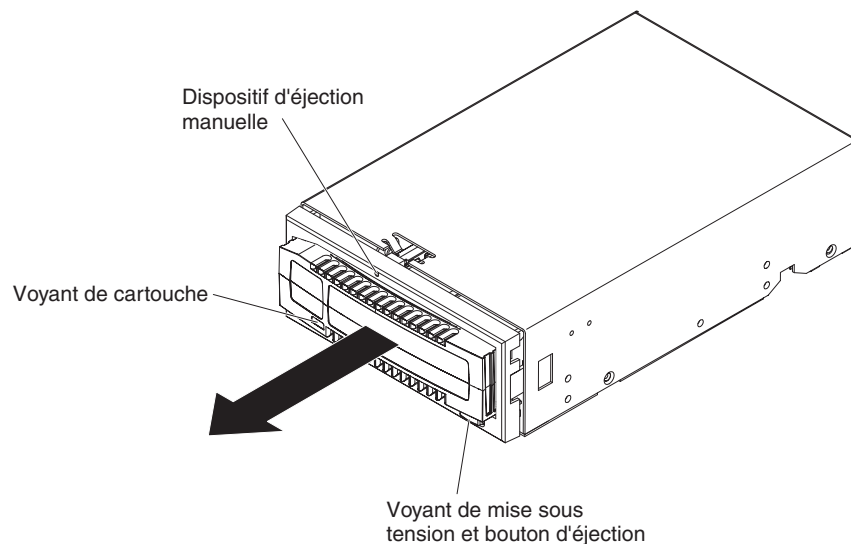

Figure 10. Ejection d'une cartouche
- Appuyez sur le bouton d'éjection de l'unité (voir figure 10, à la page 15) pendant au moins 0,5 seconde.
- Utilisez le dispositif d'éjection manuelle (voir figure 10) pour éjecter la cartouche en cas de coupure d'alimentation ou lorsque les autres méthodes d'éjection de la cartouche ont échoué.